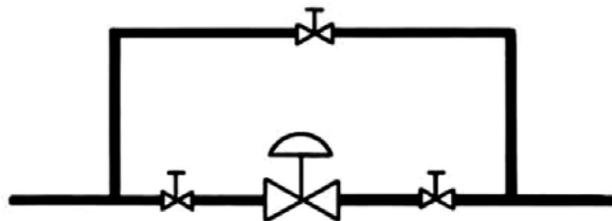

图 2
- 3.2 为了能够在中期检验、维护和拆除阀门时无需断电，在 10000 系列阀门每侧提供了手动操作的截止阀，在旁通管路配备了手动操作的节流阀（参见图 2）。